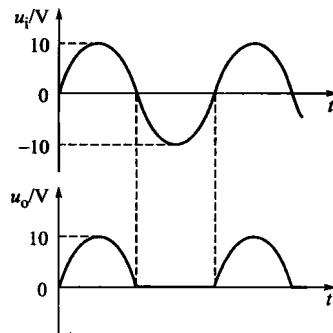

图 1-12 图 1-11 所示电路的波形图
**解：**在输入正弦电压的上半周， $u_i > 0$ ，二极管正偏导通， $u_o = u_i$ ；在输入正弦电压的下半周， $u_i < 0$ ，二极管反偏截止， $u_o = 0$ V。输出电压波形如图 1-12 所示。可见，将输入的交流电压信号转变成脉动电压信号输出，该电路是二极管半波整流电路。